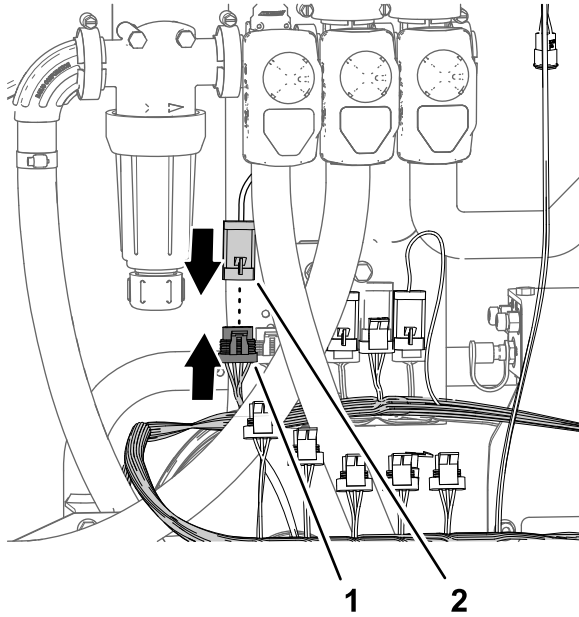

Figure 89
4. Branchez le connecteur à 4 broches de l'actionneur de la vanne de débit au connecteur à 4 douilles de la branche de 89 cm du faisceau de 89 cm du kit étiquetée RATE VALVE (Figure 89).